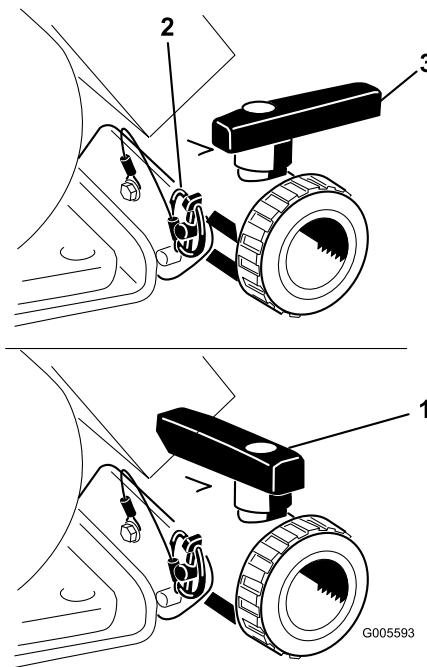

Figura 21
Utilice la manija de vaciado del depósito para vaciar del depósito cualquier material no utilizado, y elimine dicho material de acuerdo con la normativa local y las indicaciones del fabricante del mismo (Figura 21). Tras el vaciado, retire los pasadores de seguridad del soporte que fija la válvula de vaciado a la máquina y deje la válvula en el suelo. Así conseguirá vaciar todos los residuos existentes en la línea.
3. Cuando el depósito se haya vaciado completamente, instale la válvula en el bastidor montando el pasador de seguridad previamente retirado y cierre la válvula de vaciado (Figura 21).